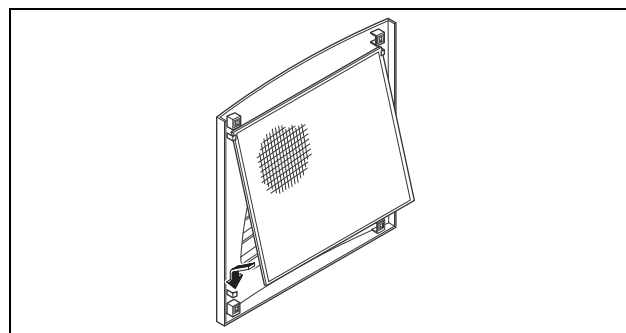

Рис. 26: Установка фильтрующей прокладки
- Поместите фильтрующую прокладку, как показано на рис. 26, во внутрь решетки и установите ее обратно на корпус.